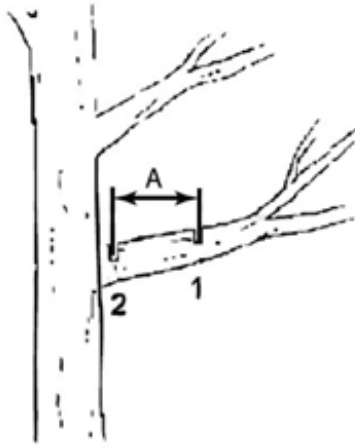

Рисунок 18. Схема сплиання великих гілок.
5.2.4 Спилювання великих гілок діаметром більше ніж 100 мм рекомендується вести частинами послідовно: спочатку відпиляти основну частину гілки різом (1, рис. 18), а потім — решту гілки різом (2, рис. 18). Відстань (А, рис. 18) між різаними має становити приблизно 250 мм.